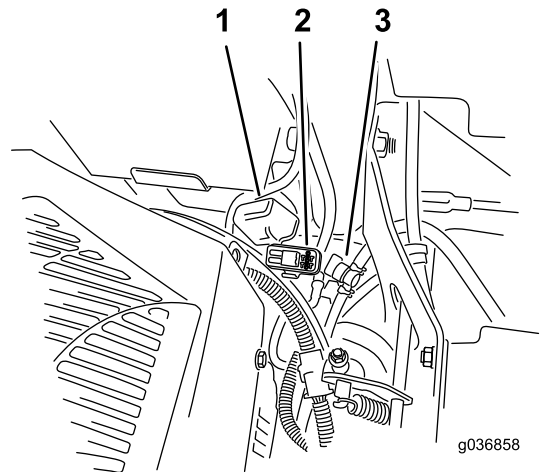

Figure 78
Remarque: Pour les tondeuses MyRide, assurez-vous que le câble de masse ne frotte pas contre le bras tiré ou le support inférieur de l'amortisseur (Figure 78).
Les fusibles sont situés sur la console droite, près du siège (Figure 78).
2. Remplacez le fusible (Figure 78).